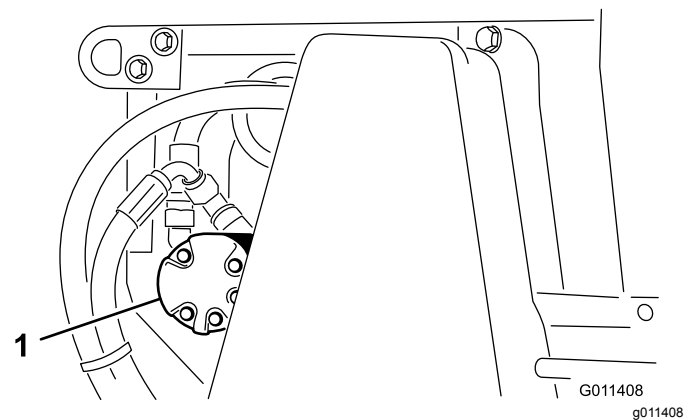

Figure 23
2. Desserrez les écrous qui fixent le moteur de la brosse (Figure 23) sur le côté gauche de la machine.